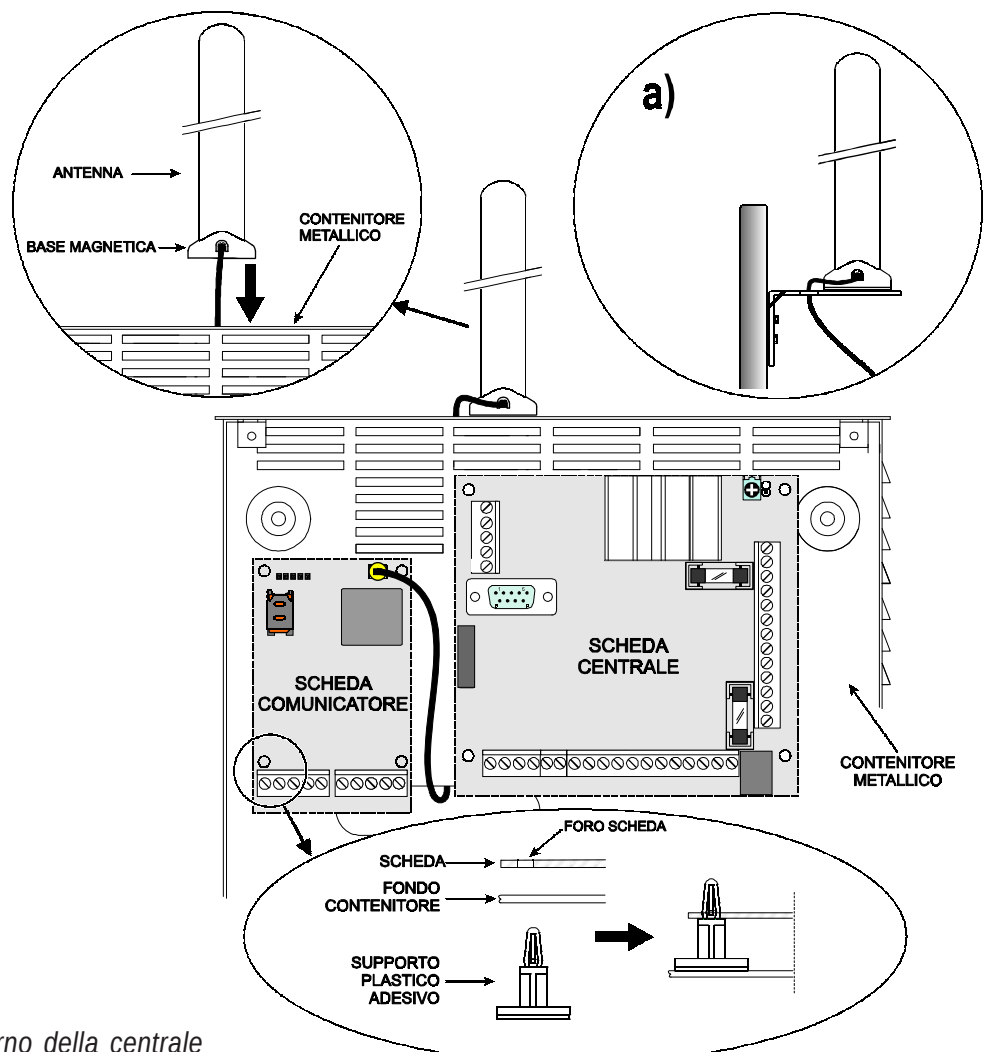

Fig. 2 - Montaggio scheda all'interno della centrale
- 4a. Posizionare l'antenna con il cavo da 25 cm o l'antenna con il cavo da 2 m [1] sopra il contenitore metallico (Fig.2) in maniera che la base magnetica [2] aderisca con la superficie. Passare il cavetto dell'antenna attraverso un'apertura per il passaggio cavi. Per la versione BGSM-100KEA o BGSM-120KEA è possibile utilizzare la staffa metallica [13], vedere la Fig.2a. Fissare la staffa metallica [13] utilizzando i fori [12] su di un supporto adeguato. Posizionare l'antenna con il cavo da 2 metri [1] sopra la staffa metallica [13] (Fig.2a), in maniera che la base magnetica [2] aderisca con la superficie. Passare il cavetto dell'antenna attraverso il foro [11] della staffa metallica [13].